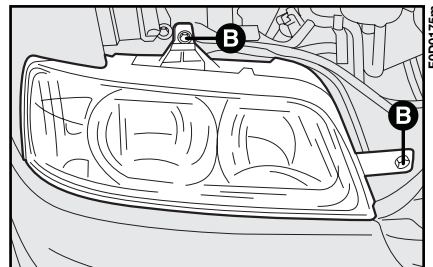
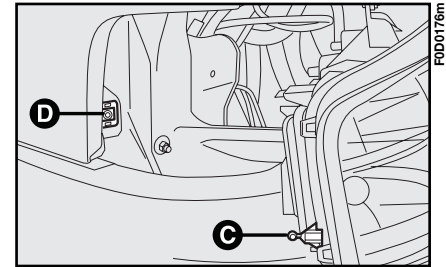

Abb. 10
Abb. 11
2) Lösen der beiden Befestigungsschrauben **B**, **Abb. 10** und Ausbau des Scheinwerfers durch Aushakung des Stiftes **D**, **Abb. 11** aus seiner Aufnahme **C**;